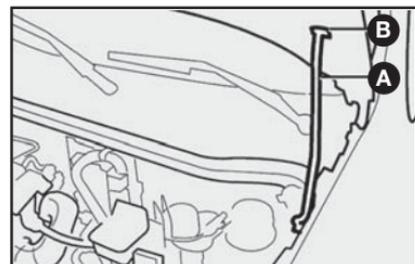

fig. 74
- 3) levantar o capô segurando-o pela parte central e, simultaneamente, soltar a vareta de suporte **A**-fig. 74 do seu dispositivo de travamento;
- 4) introduzir a extremidade da vareta na abertura **B**-fig. 74 do capô do motor.
- 1) manter levantado o capô com uma mão e, com a outra, tirar a vareta **A**-fig. 74 da abertura **B** e repô-la no seu dispositivo de bloqueio;